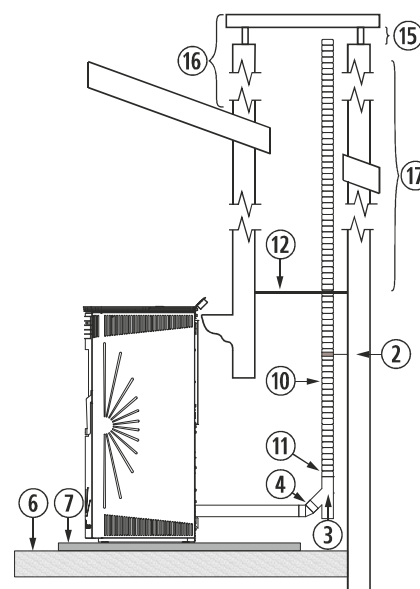

Figura 7
- 4.28.** La instalación de un encastrable en una chimenea de obra se puede realizar en toda su totalidad en tubo flexible, tal y como indica la figura 7. Debemos tener especial cuidado a la hora de realizar el aislamiento entre la chimenea y el tubo de la salida de gases para evitar posibles retrocesos de gases en caso de tormenta.
②	Abrazadera de sujeción de acero inoxidable.
③	Te de 135° con registro.
④	Codo de 45°.
⑥	Suelo de madera.
⑦	Protector del suelo no combustible.
⑩	Tubo flexible de acero inoxidable.
⑪	Manguito unión rígido a flexible.
⑫	Aislante anti retroceso.
⑮	Mínimo 200mm.
⑯	Debe sobrepasar 1 metro el tejado.